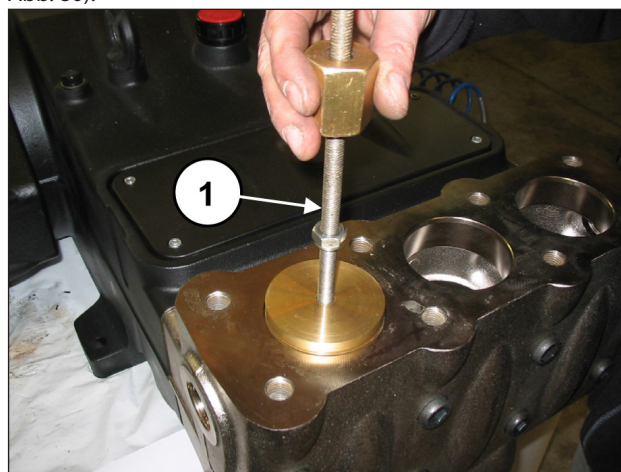

Abb. 80
Entfernen Sie die Ventilkappe mithilfe eines Abziehers mit Schlagwerk an der Bohrung M10 der Ventilkappe (Pos. ①, Abb. 80).